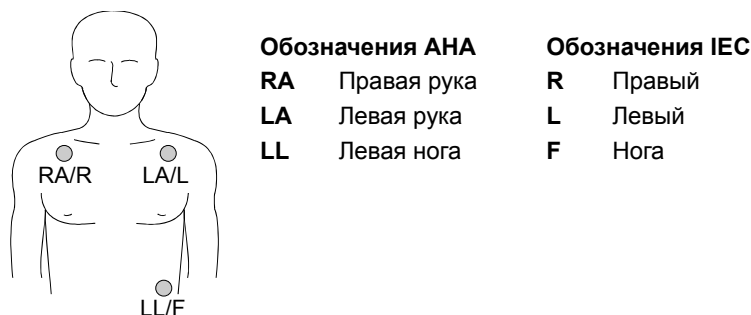

Рис. 3-2 Подсоединение электродов ЭКГ для мониторинга ЭКГ
- 2 Наложите электроды ЭКГ на грудную клетку пациента, как показано на Рис. 3-2.